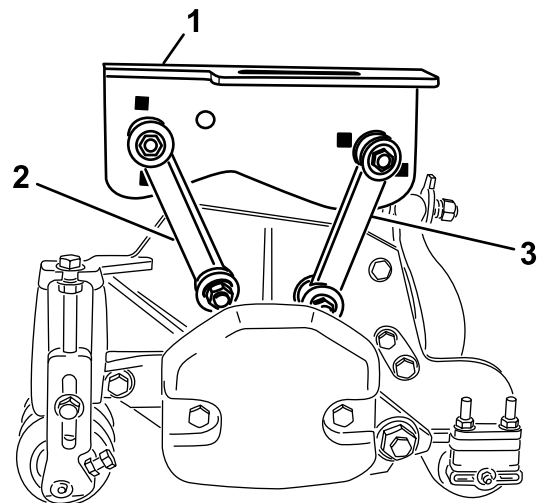

Figure 17
- Fixez les biellettes de montage avant dans les trous du bâti porteur central au moyen d'un boulon (3/8 x 2-1/4"), de 2 rondelles plates et d'un contre-écrou, comme illustré (Figure 17). Placez une rondelle de chaque côté de la biellette lors du montage. Serrez les fixations à 42 Nm.
- Fixez les biellettes de montage arrière dans les trous du bâti porteur central au moyen d'un boulon (3/8 x 2-1/4"), de 2 rondelles plates et d'un contre-écrou, comme illustré (Figure 17). Placez une rondelle de chaque côté de la biellette lors du montage. Serrez les fixations à 42 Nm.